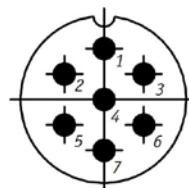

Рис. 1. Цоколевка унифицированного разъема XP1
Корпус состоит: из металлической крышки-коржаха, торцевых панелей и основания, соединенных винтами. Тип унифицированного разъема – приборная вилка 2РТТ28Б7Ш11В, цоколевка приведена на рис.1.
- на кабеле питания и нагрузки присоедините контакты 4,7 (см. рис. 1) к шине защитного заземления;